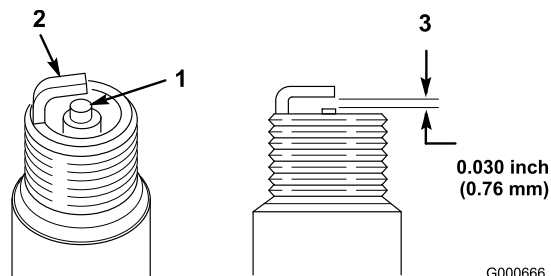

Figure 27
1. Examinez le centre de la bougie (Figure 27). Si le bec isolant est recouvert d'un léger dépôt gris ou brun, le moteur fonctionne correctement. S'il est recouvert d'un dépôt noir, cela signifie généralement que le filtre à air est encrassé.
2. Contrôlez l'écartement entre les électrodes centrale et latérale (Figure 27) et pliez l'électrode latérale si l'écartement est incorrect.